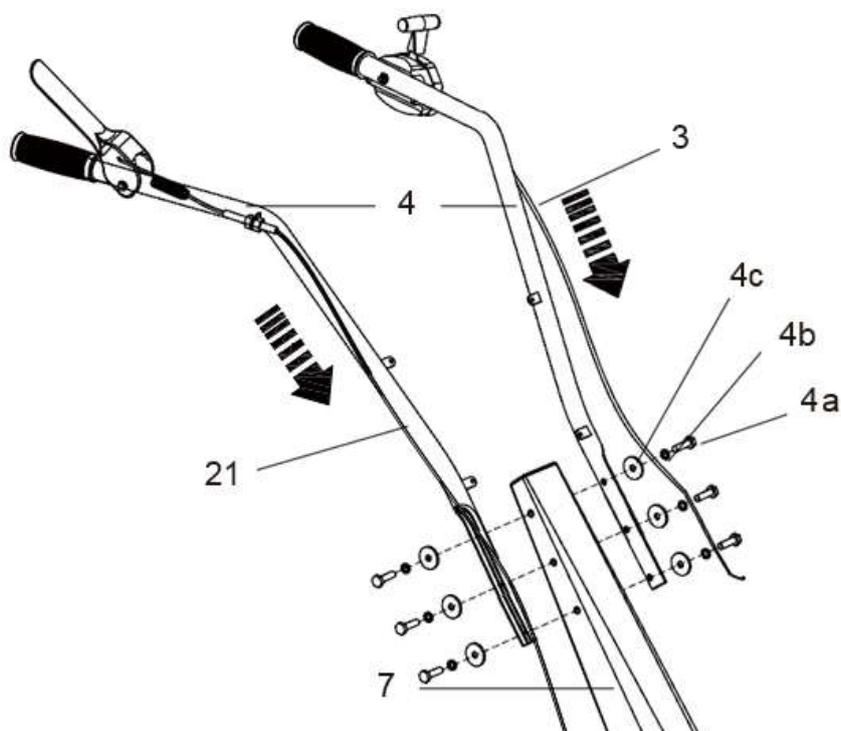

Fig.9
2. Alignez les trous et assemblez le guidon (4) à l'intérieur du support (7). Sécurisez les connexions avec les boulons (4a), la rondelle élastique et la rondelle (4c) (Fig.9)
3. Assurez-vous que les fils (3,21) se situent sur la partie supérieure du guidon (4).